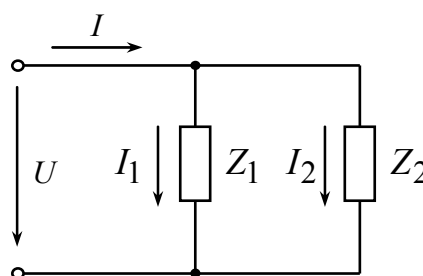

Рис. 8.1. Схема электрической цепи к практической работе № 8
1. Для цепи, изображенной на рис. 8.1, начертить схему, в соответствии с вариантом задания (табл. 8.1), учитывая характер нагрузок на всех ее участках.